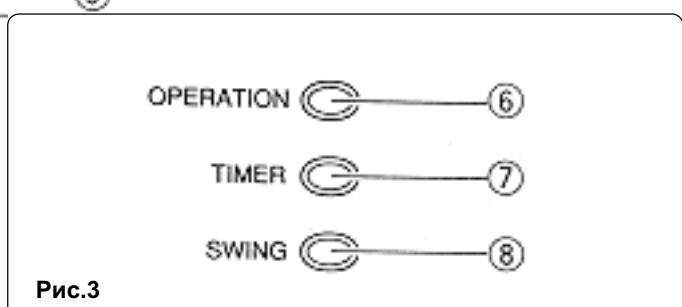

Рис.3
5. Световые индикаторы (Рис.3)
Загорится светоиндикатор функционирования внутреннего блока OPERATION (красный) (Рис.3 (6)).